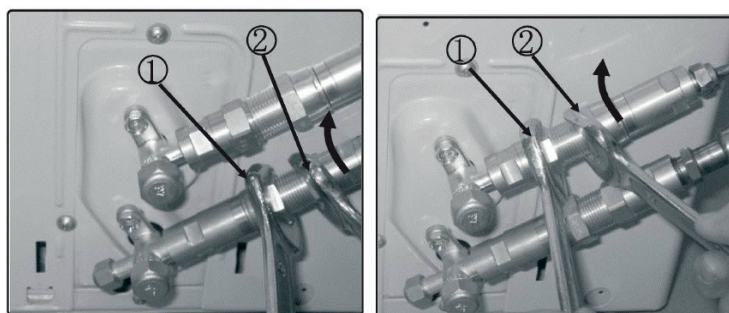

Fig. 6.4
4. Zet nu eerst de onderste schroefkoppeling en daarna de bovenste schroefkoppeling vast met de steeksleutel. Houd de gemarkeerde punten "1" vast met een steeksleutel en draai alleen de schroeven vast op de gemarkeerde punten "2" met een steeksleutel (Kies de gepaste sleutel overeenkomstig de afmetingen van de aansluiting), zie Afb. 6.4.